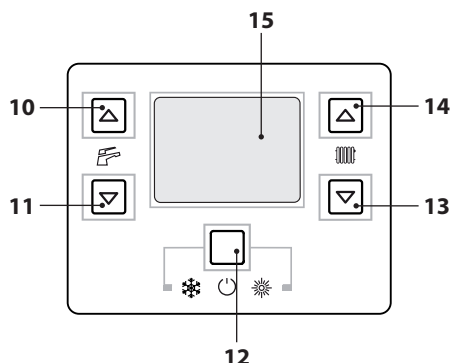
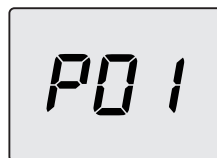
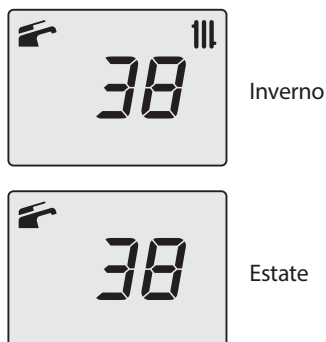

Figura 9.7
Figura 9.8
Figura 9.13
- Entrare in "modalità programmazione" premendo contemporaneamente per 10 secondi i tasti 12-13-14 (Figura 9.7) fino a far apparire sul display LCD le lettere **P01** che si alternano con il valore del parametro, indicanti l'entrata nel "parametro 01" (Figura 9.8).
- Premere contemporaneamente i tasti 13 e 14 (Figura 9.7) fino a far apparire sul display LCD le lettere **LP** che si alternano con il valore di temperatura minimo dell'acqua sanitaria (es.**45**), indicanti l'entrata nell'attivazione della "funzione spazzacamino" alla potenza minima in sanitario (Figura 9.9).
- Premendo il tasto 12 (Figura 9.7) si esce dalla "modalità spazzacamino" e si ritorna allo stato di caldaia precedentemente impostato (Figura 9.13).